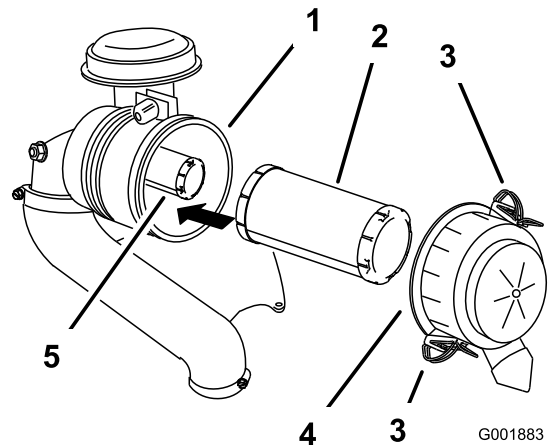

Figura 26
3. Abra los cierres del limpiador de aire y tire de la tapa del limpiador de aire para separarla del cuerpo del limpiador de aire (Figura 26).
5. Extraiga con cuidado el filtro primario del cuerpo del limpiador de aire (Figura 26).
2. Si va a cambiar el filtro de seguridad, deslícelo cuidadosamente en el cuerpo del filtro (Figura 26).
3. Deslice cuidadosamente el filtro primario por encima del filtro de seguridad (Figura 26).
4. Instale la tapa del limpiador de aire con el lado que lleva la palabra **up** hacia arriba, y fije los cierres (Figura 26).